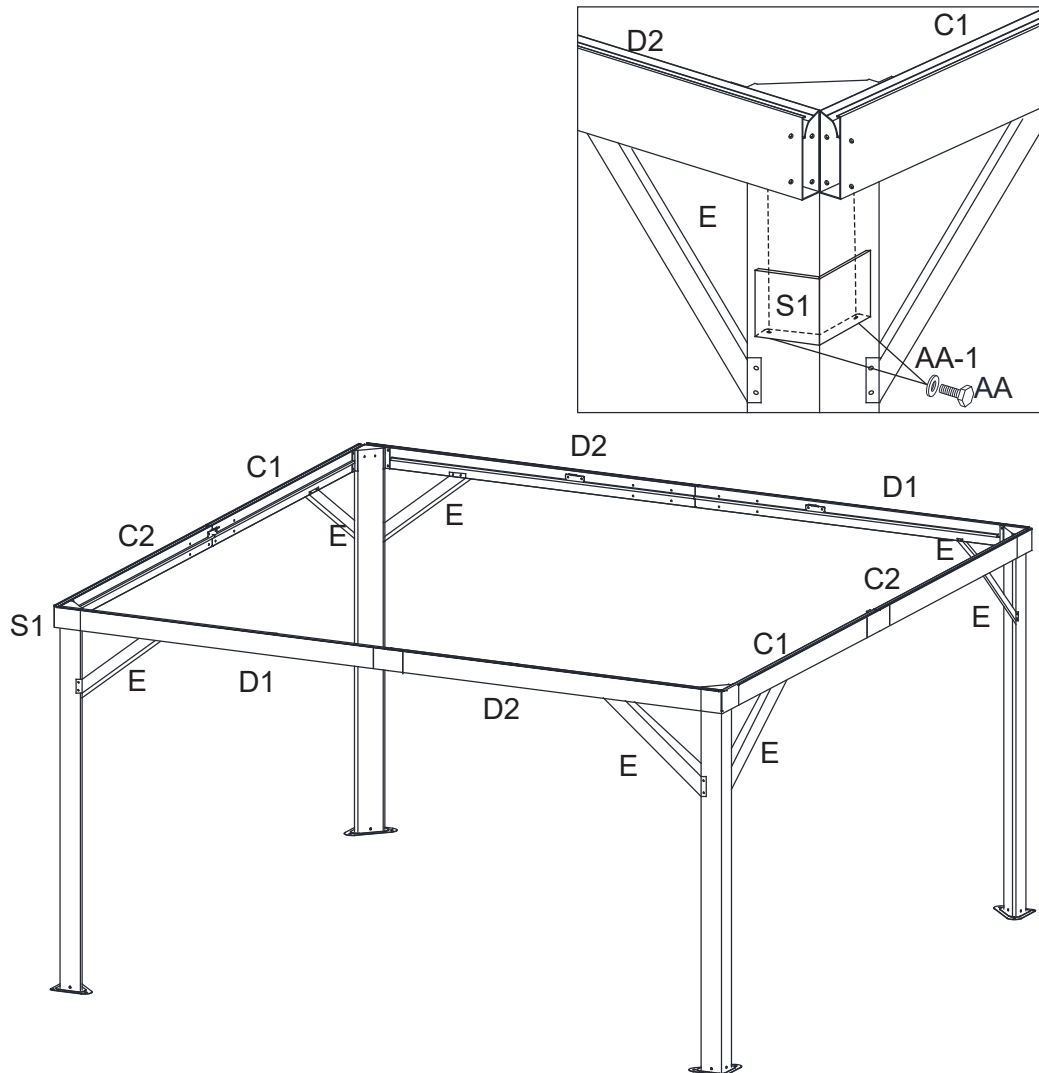

Figure 6
6. Fixer le couvercle du linteau d'angle (S1) aux linteaux longs (C1 et D2) et aux linteaux courts (C2 et D1) à l'aide de boulons (AA), boulons (AA) et des rondelles (AA-1). Voir la figure 6.